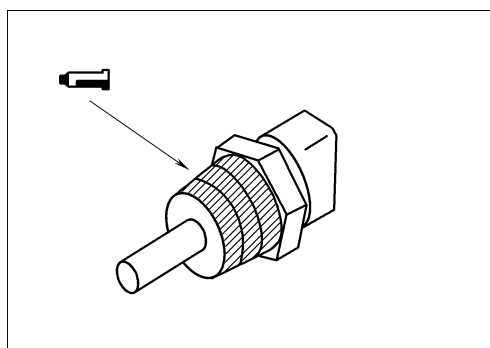

图 2-49 发动机冷却液温度传感器螺纹处涂抹粘合剂
1) 如图 2-49 所示，安装时应在发动机冷却液温度传感器螺纹处涂抹密封剂。